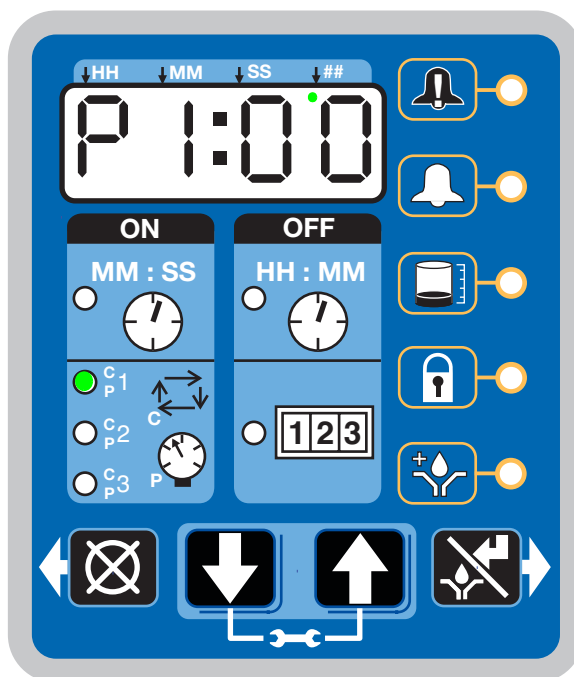
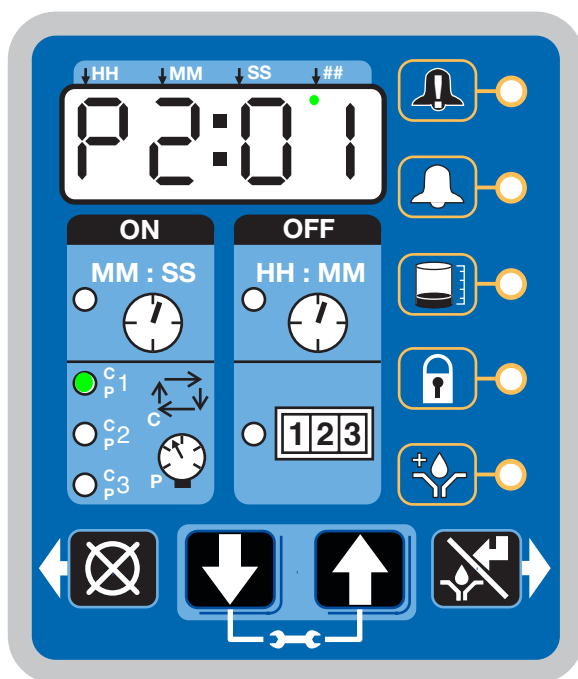

FIG. 44
FIG. 45
- Le voyant à côté du détecteur adéquat (C/P1, C/P2, C/P3) s'allume (FIG. 44 et FIG. 45).
L'exemple illustré à la FIG. 44 montre le détecteur P1 avec un manostat qui s'est déclenché.
La FIG. 45 (page 55) montre le détecteur P2 avec un manostat qui ne s'est PAS déclenché.